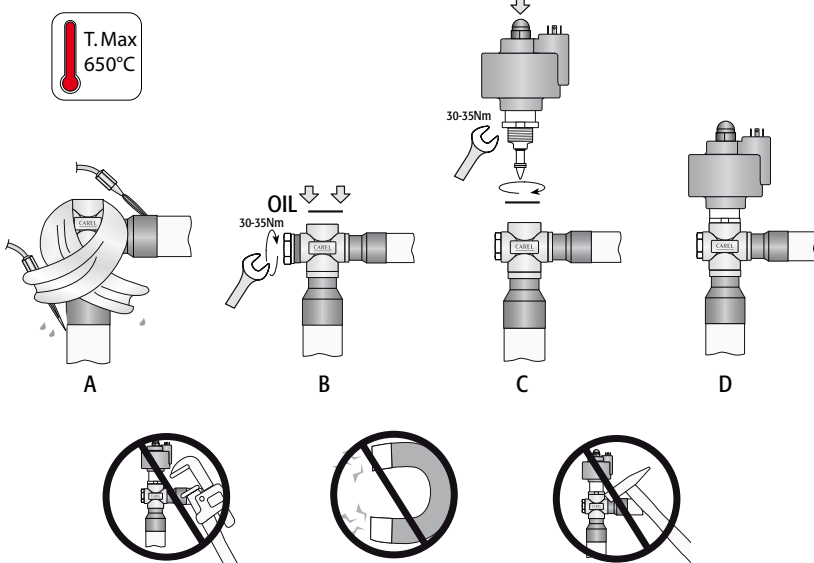

Fig. 2
Le valvole E^{4V} devono essere saldate al circuito mediante brasatura dei raccordi in rame ai tubi di uscita condensatore (IN) e di ingresso evaporatore (OUT). Seguire la successione indicata in Fig. 2 procedendo in questo modo:
2. Avvolgere uno straccio bagnato sul corpo della valvola e procedere alla saldatura senza surriscaldarla orientando la fiamma verso l'estremità dei raccordi come da fig. 2 A (per una migliore brasatura senza alterare la tenuta della zona di saldatura tra corpo e raccordi utilizzare lega con temperatura di fusione inferiore a 650 °C o con tenore di argento superiore del 25 %).
3. A valvola fredda, avvitare sul corpo valvola la spia di flusso all'interno dell'apposito alloggiamento filettato (in linea con il raccordo trasversale) con una chiave esagonale da 27 mm verificando la presenza dell'O-ring (OR2081 - diametro interno 20,35 mm - spessore 1,78 mm - materiale: Neoprene) che ne garantisce la tenuta ermetica. Serrare la spia fino al raggiungimento del fine corsa meccanico del filetto (Fig. 2 B), con una coppia di 30-35 Nm. **Attenzione!** Per garantire una migliore tenuta dell'assieme è consigliato l'utilizzo di O Ring in Neoprene (materiali diversi possono compromettere il corretto utilizzo dell'assieme) lubrificati con uno strato sottile di olio compatibile.
4. Utilizzare l'O-ring (OR3112 - diametro interno 28,25 mm - spessore 2,62 mm - materiale: Neoprene) presente nella confezione per poi inserirlo nell'apposita cava schiacciandolo con la pressione del dito. Verificare la corretta posizione dello stesso testandone l'adesione uniforme sul fondo della sede di tenuta (Fig. 2 B).
5. Avvitare nel corpo valvola la cartuccia in acciaio sull'apposito alloggiamento filettato con una chiave esagonale da 34 mm verificando la presenza dell'O-ring sulla cava il quale garantisce la tenuta ermetica. Serrare la cartuccia portando la ghiera in battuta sul corpo valvola, con una coppia di serraggio suggerita di 30-35 Nm (Fig. 2 C). **Attenzione!** Nel caso in cui lo stelo filettato fuoriuscisse completamente dalla sede di lavoro della cartuccia procedere secondo la seguente operazione:
6. Controllare che lo stator rosso sia inserito fino a fondo corsa della cartuccia avvitando il dado nero portandolo in completa battuta fino a deformare la corona circolare in gomma dello stator (coppia di serraggio 0,8 Nm). (Fig. 2 D)
The E^{4V} valves must be joined to the circuit by braze welding the copper fittings to the condenser outlet (IN) and evaporator inlet pipes (OUT). Proceed as indicated in Fig. 2.
2. Wrap a wet rag around the body of the valve and weld the fittings, without overheating the valve, aiming the flame at the end of the fittings as shown in Fig. 2 A (for better braze welding without affecting the seal of the weld between the body and the fittings, use alloys with a melting temperature of less than 650 °C or with a silver content higher than 25 %);
3. When the valve has cooled down, tighten the flow sight glass to the special threaded socket in the valve body (in line with the cross fitting) using a 27 mm Allen key, making sure the O-ring is fitted (OR2081 - inside diameter 20.35 mm - thickness 1.78 mm - material: Neoprene) to ensure hermetic tightness. Tighten the sight glass to the end of the thread (Fig. 2 B), with 30-35 Nm torque.
4. Insert the O-ring (OR3112 - inside diameter 28.25mm - thickness 2.62 mm - material: Neoprene) included in the packaging into the corresponding opening, pressing it in by finger. Check the correct position of the O-ring by making sure there is uniform adhesion on the bottom of the seal seat (Fig. 2 B);
Tighten the steel cartridge to the special threaded socket in the valve body using a 34 mm Hex key, making sure the O-ring is fitted to ensure hermetic tightness. Tighten the cartridge by pressing the ring against the valve body with a recommended torque of 30-35 Nm (Fig. 2 C).
6. Make sure that the red stator is fully inserted on the cartridge with the black nut screwed on tightly until deforming the rubber ring on the stator (tightening torque 0.8 Nm). (Fig. 2 D)